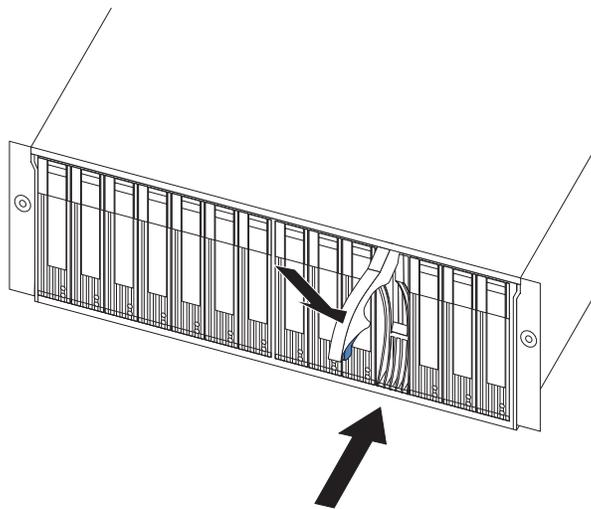

Figura 38. Fechando a alça da bandeja da unidade de disco rígido de troca a quente
- d. Empurre a alça da bandeja para baixo na posição fechada (travada), conforme mostrado em Figura 38.